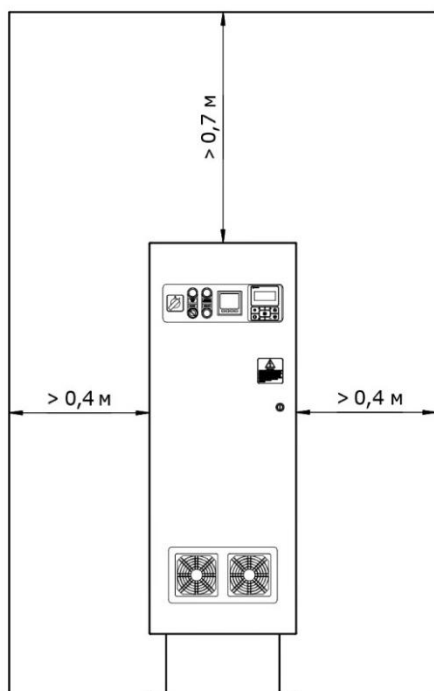

Рис. 3
6.4. При монтаже электродвигателя для удобства эксплуатации, сервисного обслуживания, а также работы системы вентиляции, необходимо выдерживать минимальные расстояния до стен, пола и потолка, указанных на Рис. 3. При планировке местоположения трубопроводов и компонентов обвязки (циркуляционный насос, фильтр и т.п.) должна быть предусмотрена возможность демонтажа блоков ТЭНов длиной 850 мм из бака электродвигателя.
- закрепить блок коммутации и управления на стене, соблюдая минимальные расстояния, указанные на рис. 3;